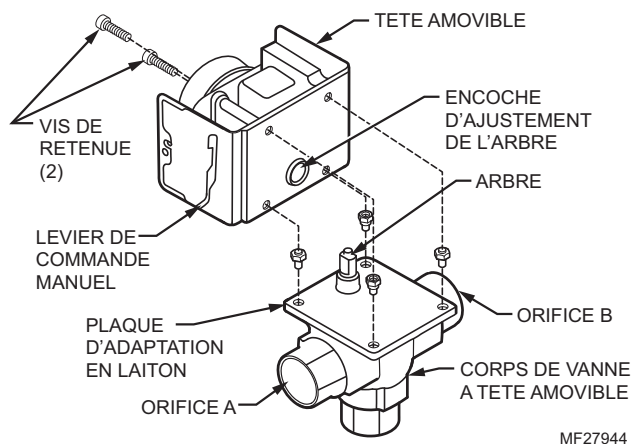

Fig. 2. Installation de la tête de recharge
1. Placer le levier de commande manuel de la tête de recharge à la position 'MAN OPEN' et assujettir la tête sur le corps de la vanne. S'assurer que l'arbre s'insère correctement. (Fig. 2)